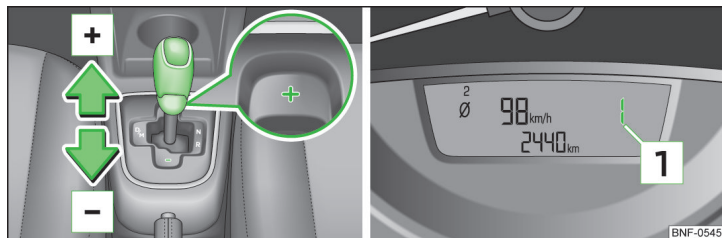

Bild 82 Växelväljare: manuell växling/displayvisning:
- Tryck växelväljaren åt vänster och välj läge **M**. På displayen i kombiinstrumentet visas det valda växelväljarläget  » bild 82.
- Tryck växelväljaren framåt  » bild 82.
- Tryck växelväljaren bakåt  » bild 82.